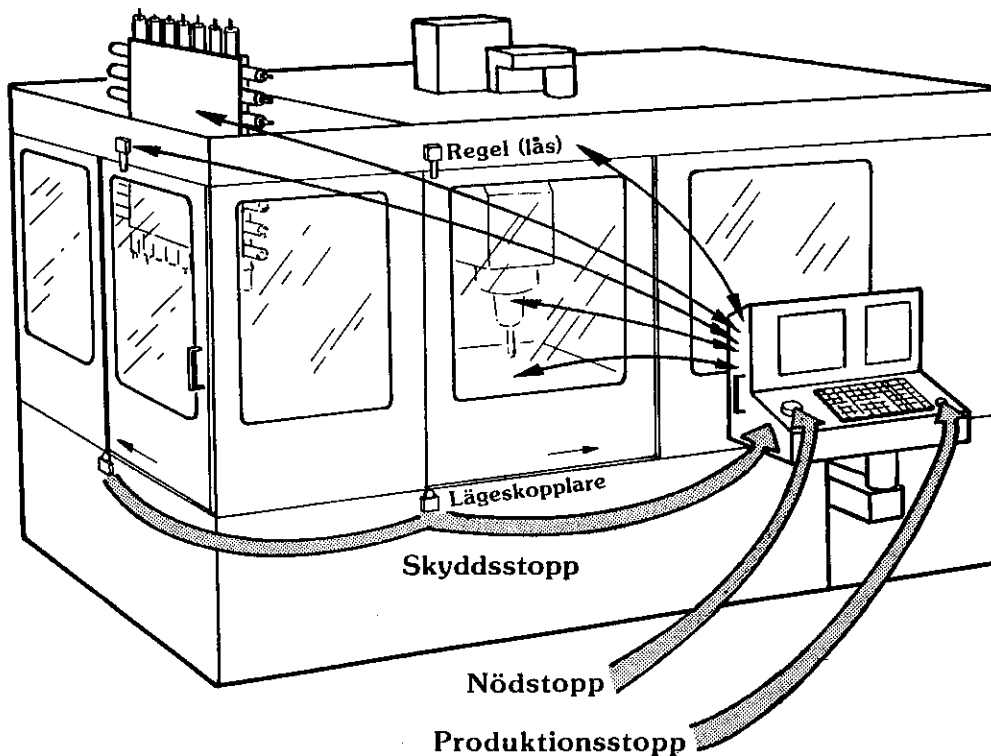
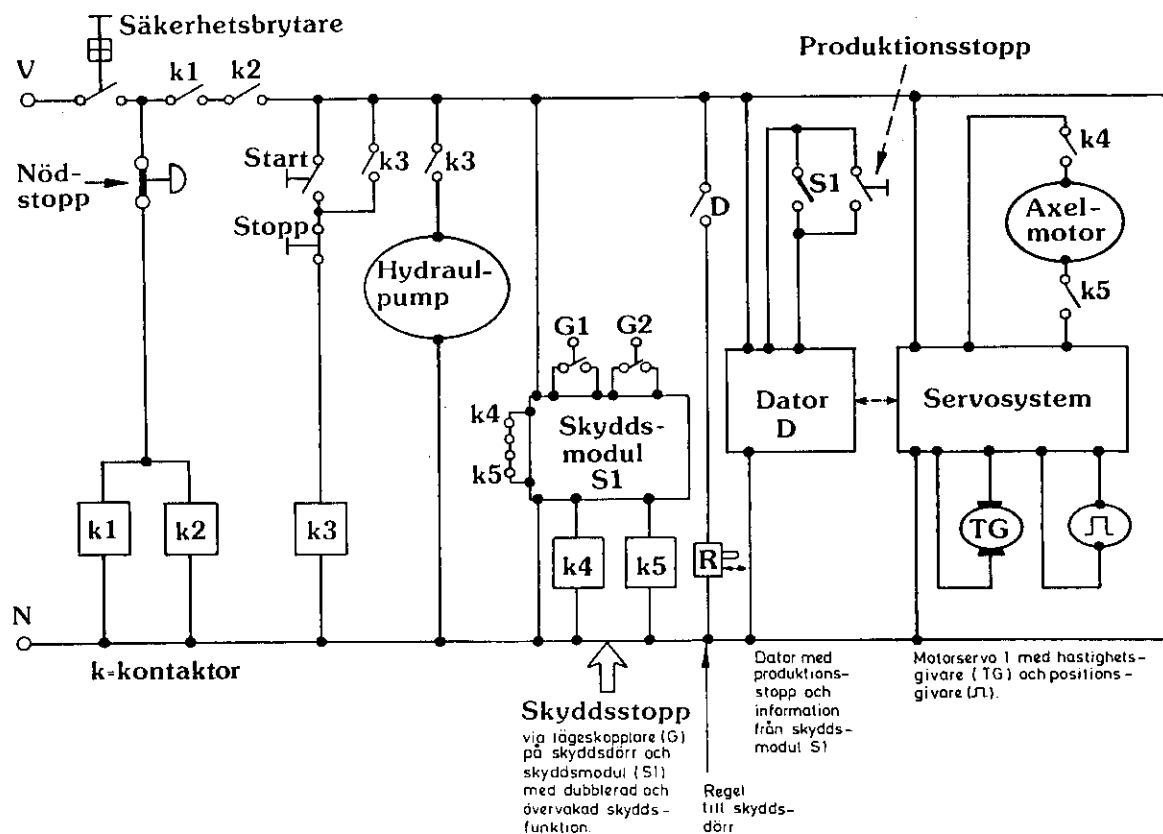

Bild 1. Bilden visar stoppfunktionernas samband med knappar, lägeskopplare, regler och fleropens olika maskinfunktioner.
Bild 2. Principiell inkoppling av stoppfunktioner och ett hårdvarubaserat skyddssystem i ett datorstyrt servosystem.
Den *dominanta* praktiska konsekvensen av detta synsätt mynnar ut i de tre stoppfunktionerna; skydds-, produktions- och nödstopp, se bild 1. Dessa ska i kombination stoppa alla farliga rörelser, inte bryta bort arbetspunktens position samt ge en enkel och snabb återstart.
sonsäkra sättet att stoppa en maskin, är att fysiskt bryta kraftmatningen (energin) till driv/bromssystemet, vanligen motorerna. Det gör *skyddsstopp*. Att använda *produktionsstopp* (mjukvarubaserat programstopp) ger inte tillräckligt hög säkerhetsnivå och *nödstop* är inte produktionsvänligt, eftersom det normalt bryter "hela" styrsystemet, se bild 2.
För att *skyddsstopp* alltid ska fungera produktionsanpassat behövs samverkan med produktionsstopp. Två alternativ är möjliga. Det ena går ut på att låta en regel (R) på skyddsörr (se bild 1 och 2) gå ur först när alla rörelser stoppats via produktionsstopp, dvs vid ett gynnsamt återstartläge. Lägeskopplare (G1 och G2 i bild 2) ger automatiskt skyddsstopp då dörren öppnas. Regeln är således till för att man inte av misstag ska öppna dörren och ge skyddsstopp under drift, vilket ju t ex kan förstöra arbetsstycket och/eller verktyget.
Fleropen i bild 1 har två sektorer; bearbetnings- och verktygssektor. Tanken med sektoriseringen är att operatören ska kunna arbeta i den sektor som "inte arbetar", men ändå vara skyddad. Aktuell sektor nås genom sin förreglade skyddsörr. För att undvika onödiga stopp, verktygshaveri, förstörd detalj etc, reglas dörrarna. Om någon vill in i tex verktygsmagasinet måste han trycka på en knapp. Datorn medger tillträde vid ett gynnsamt läge i programmet genom att ta ur regeln. När dörren öppnas skyddsstoppas sektorn, men magasinet kan köras manuellt. Oavsiktlig verktygsväxling genom tekniskt fel eller mänskligt misstag kan inte ske eftersom skyddsstoppet är övergripande datorstyrningen.